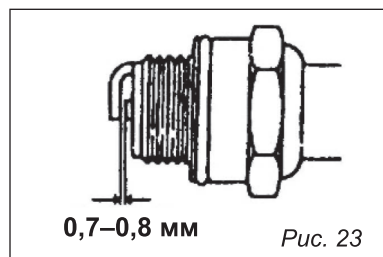

Рис. 23
4. Проверьте расстояние между электродами калибром толщины и установите зазор 0,76 мм при необходимости (рис. 23).